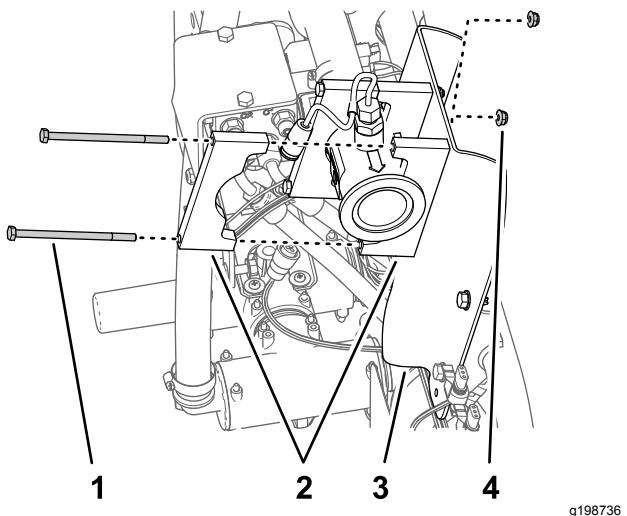

Рисунок 73
- Вставьте 2 половины опорного зажима между расходомером и кронштейном расходомера и совместите отверстия в половинах зажима с отверстиями в кронштейне (Рисунок 73).
- Совместите половину опорного зажима на задней стороне расходомера с одной из половин зажима, собранного при выполнении пункта 3 (Рисунок 73).
- Подсоедините пару половин зажима к кронштейну расходомера (Рисунок 73) с помощью 2 болтов (1/4 x 4-1/2 дюйма) и 2 фланцевых контргаек (1/4 дюйма).